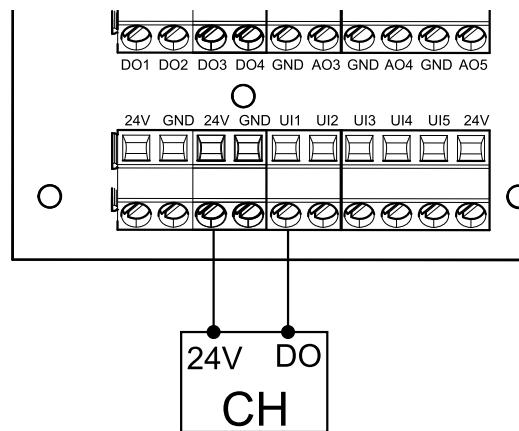

Bild 18 Anschließen der Dunstabzugshaube
1. Steuerleitungen von der Dunstabzugshaube an einen beliebigen freien Universaleingang und 24 V auf der externen Anschlussplatine anschließen (Abbildung 18). Weitere Informationen zur Anschlussplatine finden Sie unter 8.2 Externe Anschlüsse (außenliegenden Anschlussbox), Seite 183.